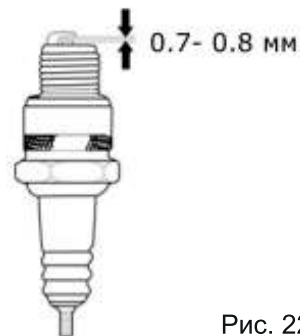

Рис. 22
5. Проверьте зазор между электродами свечи зажигания. Он должен составлять 0.7-0.8 мм (Рис. 22). При необходимости отрегулируйте зазор.